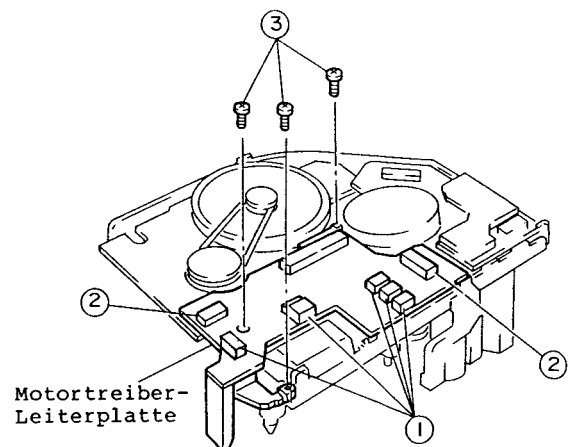

Abb. 2-62
1. Fünf (5) Stecker (CN554, CN555, CN556, CN557, CN558) abziehen (siehe Abb. 2-62).
2. Zwei (2) Flachkabel (CN552, CN553) abziehen.
3. Drei (3) Befestigungsschrauben der Motortreiber-Leiterplatte entfernen.